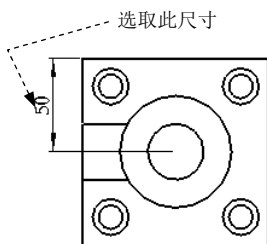
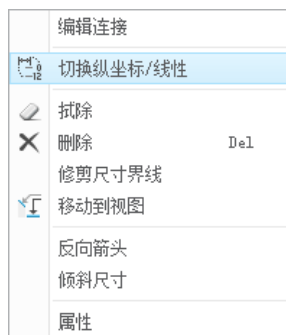

图 5.2.59 选取基线
图 5.2.60 快捷菜单
- 在图 5.2.59 所示的一般尺寸标注中，可在图形区先选取尺寸，然后在尺寸文本上右击，在弹出图 5.2.60 所示的快捷菜单中选择  切换纵坐标/线性 命令，然后选取基线，如图 5.2.59 所示，将一般标注转换为纵坐标标注。